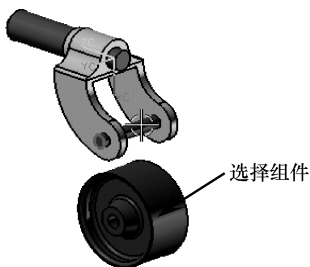

图 7-76 选择要爆炸的组件
- 07 选中【选择对象】单选按钮，按下【Shift】键选择高亮显示的轮子组件，然后选择要爆炸的组件，如图 7-76 所示。